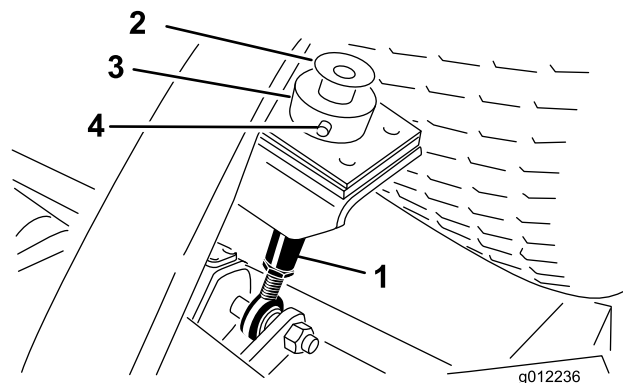

Figura 25
2. Rimuovete il bullone e la rondella montati sulla sommità di ogni asta dell'altezza di taglio (Figura 25).
3. Rimuovete la coppiglia e il perno con testa che fissano il collare dell'altezza di taglio alla relativa asta sulla parte posteriore dell'apparato di taglio (Figura 25). Rimuovete il collare dell'altezza di taglio.